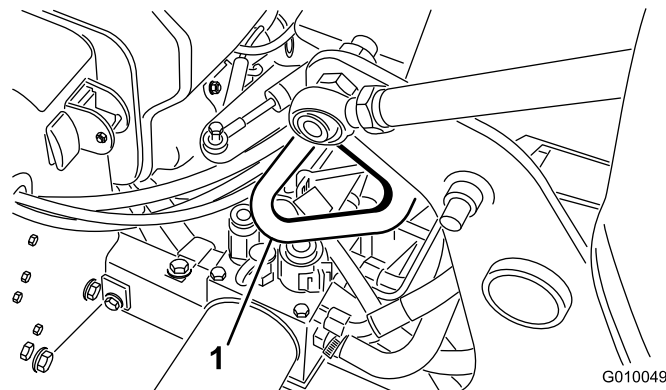
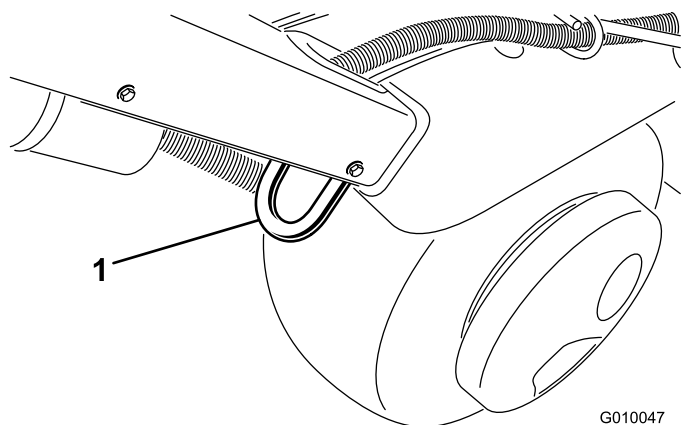

Bild 34
Bild 32
3. Befestigen Sie die Gurte des Aerifizierers sicher mit Riemen, Ketten, Kabeln oder Seilen auf dem Anhänger oder Lkw (Bild 32 bis Bild 34).